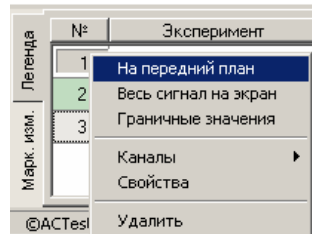

Рисунок 26
2.5. Настроить свойства отображения графиков, используя меню, вызываемое нажатием кнопки с номером графика (см. Рисунок 26).